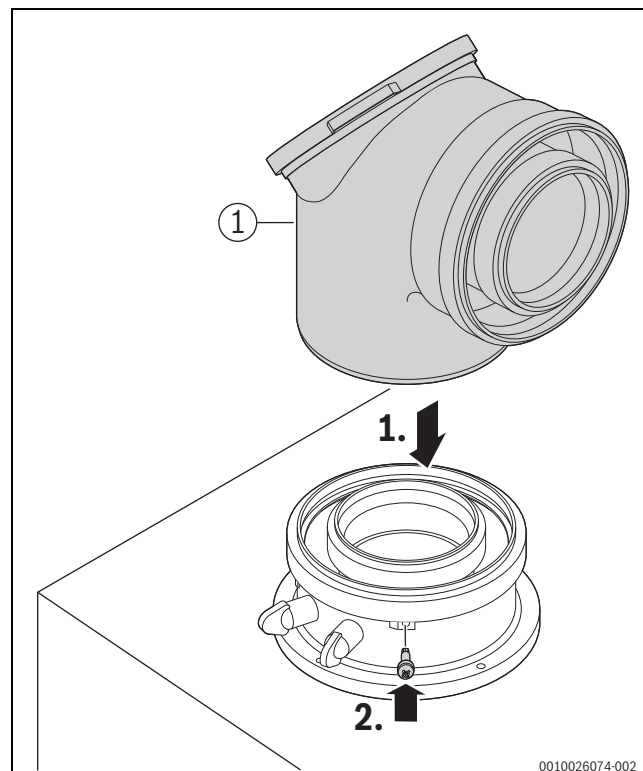

Fig. 64 Insérer les accessoires de fumisterie et fixer avec la vis
► Raccordement des accessoires de fumisterie (→ fig. 64)